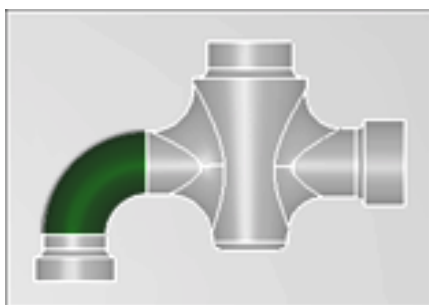

Рисунок 5.10 – Схема вибору поверхонь фрезерування
6. Вкажіть поверхню, виділену на рисунку. Вибрана поверхня підсвічуватиметься зеленим кольором (рис. 5.10).